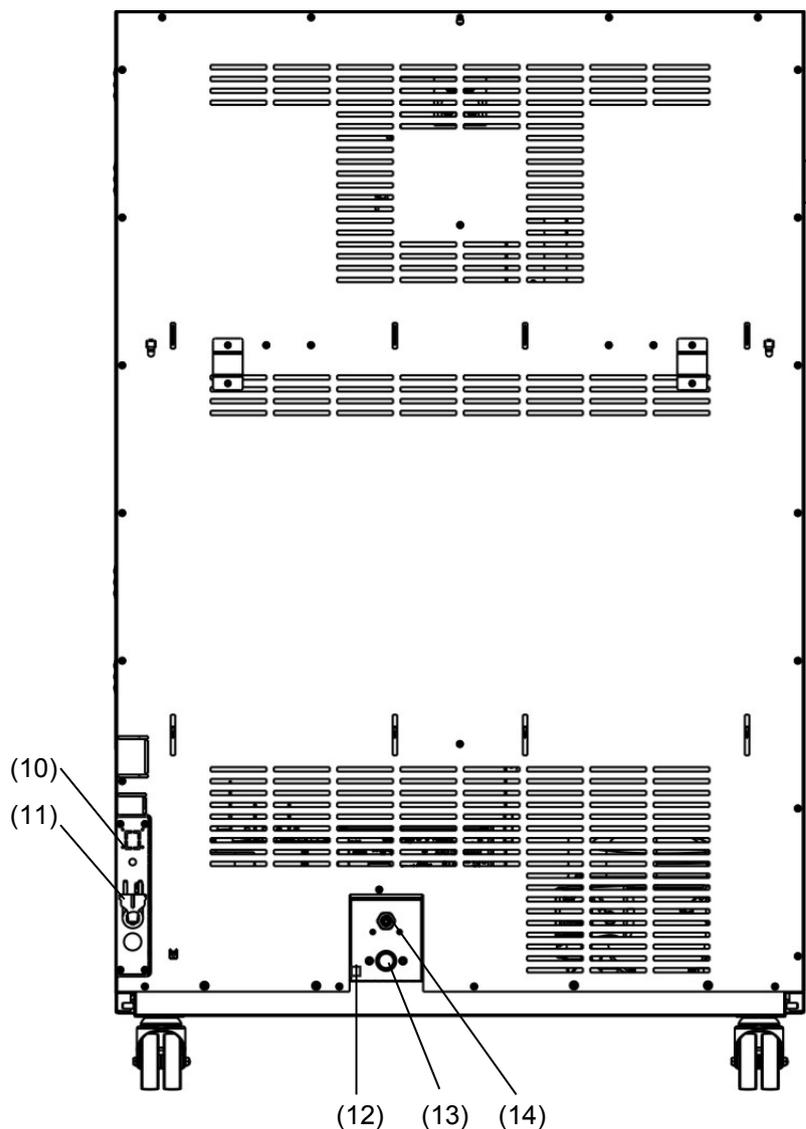

Figure 7: Vue d'arrière de l'appareil avec les raccords d'eau
Un paquet contenant le kit de raccordement à l'eau du robinet et à l'eau usée, se trouve dans l'intérieur de l'appareil. Le raccord d'eau frais peut s'effectuer en utilisant soit le tuyau flexible à eau compris dans le kit de raccordement, soit un autre qui résiste à la pression. Pour ceci, enlevez la couverture du raccord d'eau fraîche « IN » (13) au dos de l'appareil (Figure 7). Protégez les deux côtés du tuyau avec deux des quatre colliers de serrage livrés. Avant de mettre l'appareil en marche, vérifiez si le raccord est étanche. L'alimentation en eau se fait automatiquement par le raccord d'eau fraîche « IN » (13).